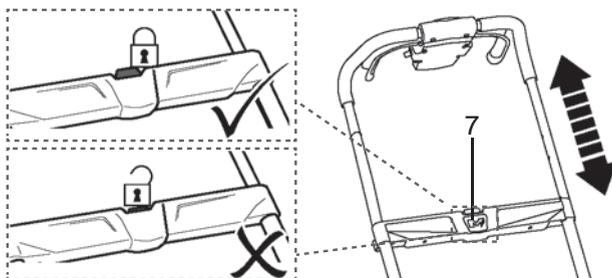

Fig.3
- > Relâchez le bouton de déverrouillage [7] et assurez-vous qu'il se verrouille en place (Fig.3).